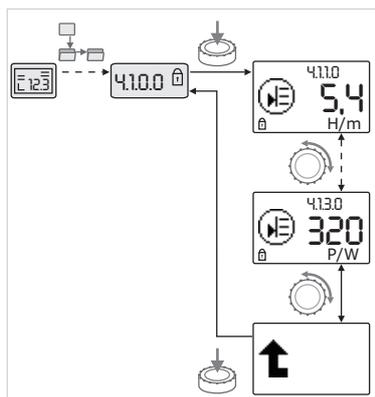

Fig. 46: Ativar informações
- Ao rodar o botão de operação, pode comandar-se elementos de menu do tipo "Informação" do submenu atual (ver Fig. 46). A explicação das regulações representadas pelos símbolos encontra-se na tabela do capítulo 8.7 "Elementos de menu de referência" na página 174.